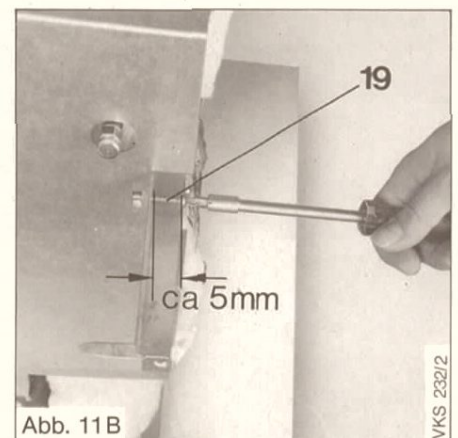

Abb. 11B
- Das Vorderwandblech (18) mit angeklebter Vorderwandisolierung (17) zwischen den Verkleidungshaltewinkeln (13 u. 14) einhängen. Mit einer Blechschraube (19) (Abb. 11B, Seite 11) jeweils rechts u. links an den Verkleidungshaltewinkeln (13A u. 13B) verschrauben. Zum Ausgleich der Kesselblocktoleranz soll ein Spiel von ca. 5 mm zwischen Schraubenkopf (19) u. den Verkleidungshaltewinkeln (13A u. 13B) verbleiben.